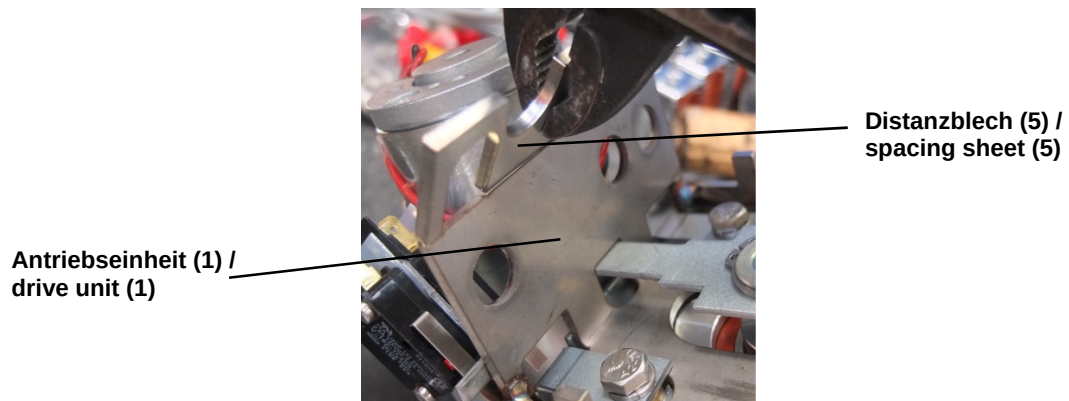

Abb. 11: Distanzblech / pict.11: spacing sheet
- Distanzblech (5) wie in *Abbildung 11* dargestellt an der Sollbruchstelle von der Antriebseinheit lösen.
- Loosen the spacing sheet (5) from the drive unit at the predetermined breaking point as shown in *picture 11*.